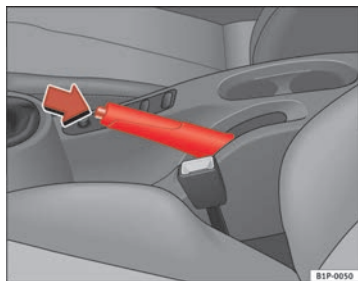

Fig. 129 Frein à main entre les sièges avant
- Serrez le frein à main à fond en relevant le levier ⇒ fig. 129.
- Soulevez légèrement le levier du frein à main, appuyez sur le bouton de déblocage dans le sens de la flèche ⇒ fig. 129 et abaissez le levier au maximum ⇒ ⚠.